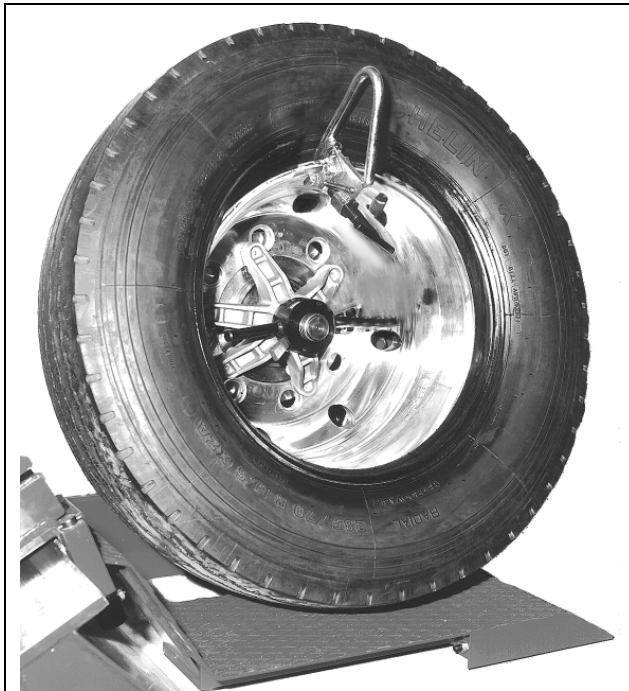

Abb.31
- B. Den Spannfutterarm ganz nach unten fahren. Den Reifen auf die Plattform rollen und in die Klemme einhaken (Fig.31).